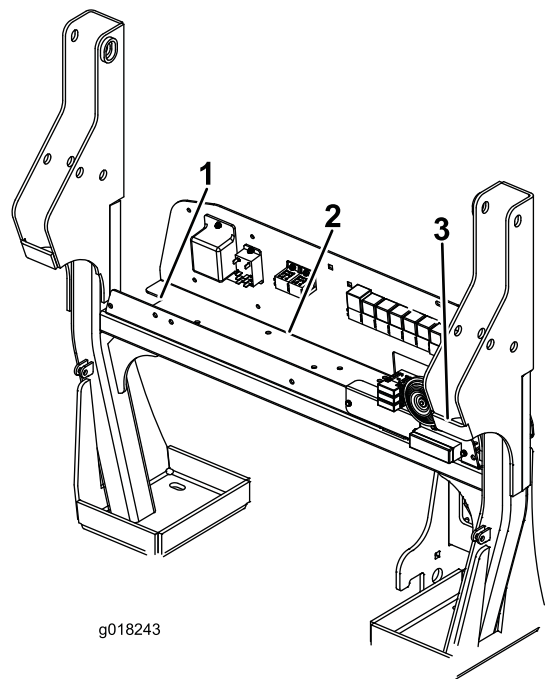
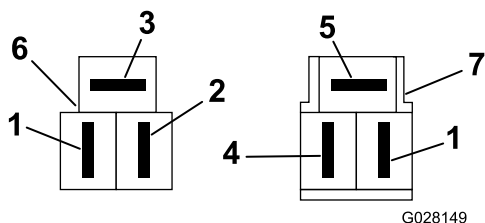

Figura 6
Figura 9
- 12. Conecte los cables al arnés de cables principal de la máquina, que está situado en el tabique del panel eléctrico (Figura 6), como se indica a continuación:
5. En el tabique del panel eléctrico, enchufe el conector de 3 pines del cable eléctrico del interruptor de presión en el conector correspondiente del arnés de cables principal de la máquina (Figura 6 y Figura 9).